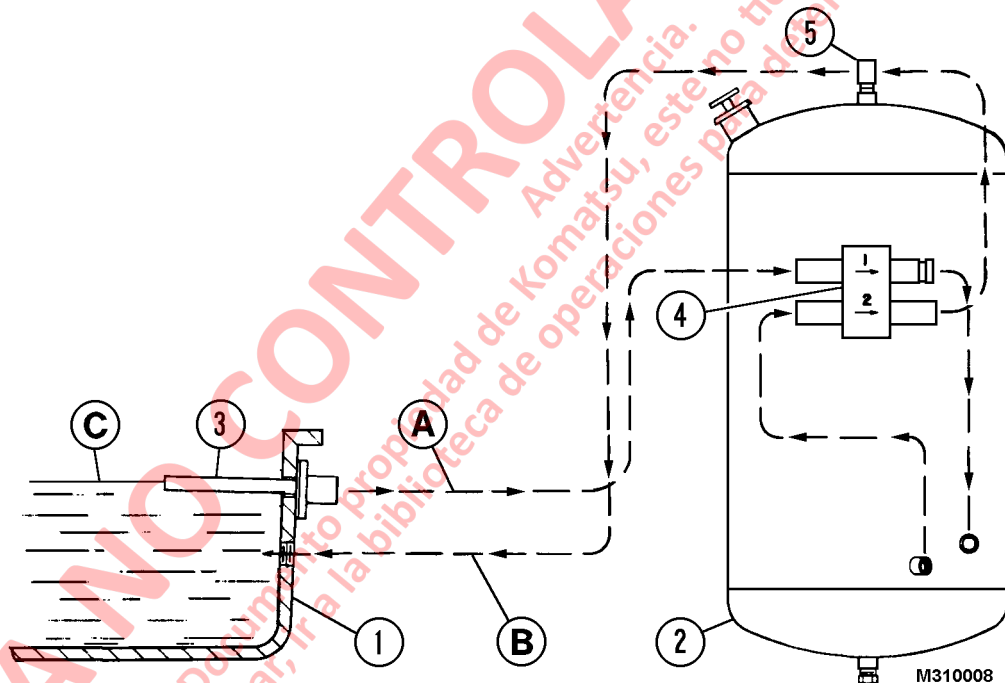

FIGURA 31-2. ESQUEMA DEL SISTEMA DE RESERVA
El aceite del motor circula entre el cárter de aceite (1, Figura 31-2) del motor y el tanque de reserva (2) mediante dos bombas eléctricas (bomba 1 y bomba 2) dentro de una sola unidad de bombeo (4). La unidad de bombeo está montada en el costado del tanque de reserva. Esta unidad está equipada con un indicador LED de monitoreo en uno de los costados.